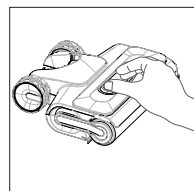

Fig. 13 – Retirer le cache
- ▶ Retirez le cache du rouleau en microfibras en appuyant sur les deux boutons de déverrouillage situés sur le dessus et en tirant le cache vers le haut (**voir Fig. 13**).